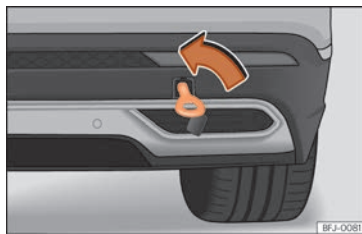

Abb. 227 Auf der rechten Seite des hinteren Stoßfängers: Eingeschraubte Abschleppöse.
- Drehen Sie die Abschleppöse **entgegen dem Uhrzeigersinn** so fest wie möglich in die Aufnahme » (Abb. 227) , » ☉. Verwenden Sie ein geeignetes Hilfsmittel, um die Abschleppöse festzuziehen.